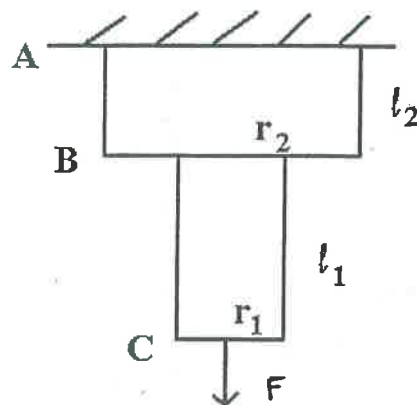

FIGURA 2
3.- (2 p) Sea el sistema de **barras ABC**, ambas del mismo material, que se indica en la **Figura 2**. La barra **AB** está soldada al techo en **A**, mide **10 cm** de largo, y su radio es el doble del radio de la barra **BC**. La barra **BC** está soldada a la **AB** en **B**.